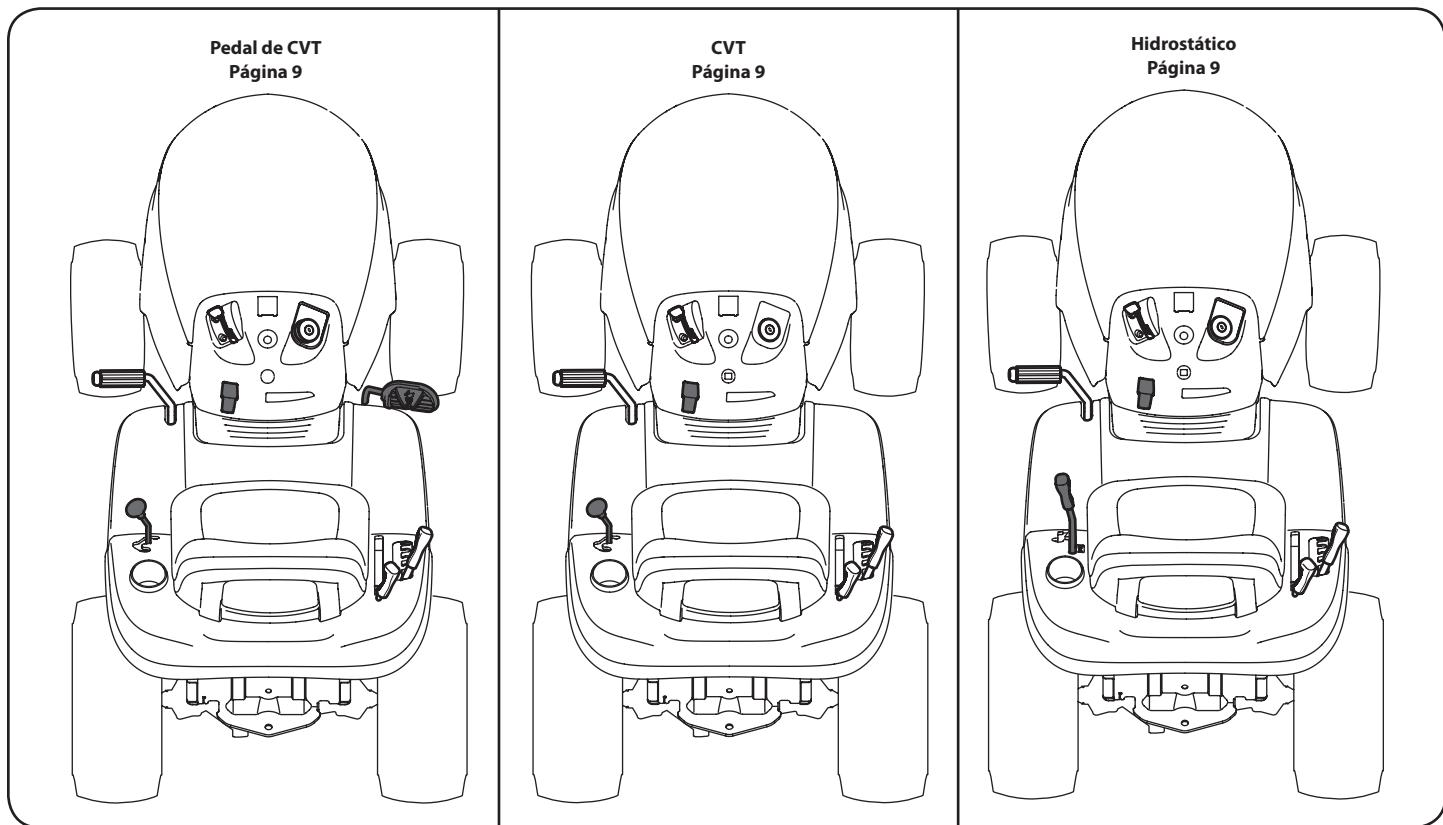

Figura 2-15
**NOTA:** Este manual de operación cubre distintos modelos. Las características pueden variar según los modelos. No todas las características que se incluyen en este manual se aplican a todos los modelos y el modelo que se ilustra aquí puede diferir del suyo. Consulte la Figura 2-15 para que coincida con su estilo de transmisión; Pedal de CVT (transmisión variable continua), CVT (transmisión variable continua) o hidrostático.
Consulte la Figura 2-15 y vaya al modelo correspondiente a su depósito de gasolina.